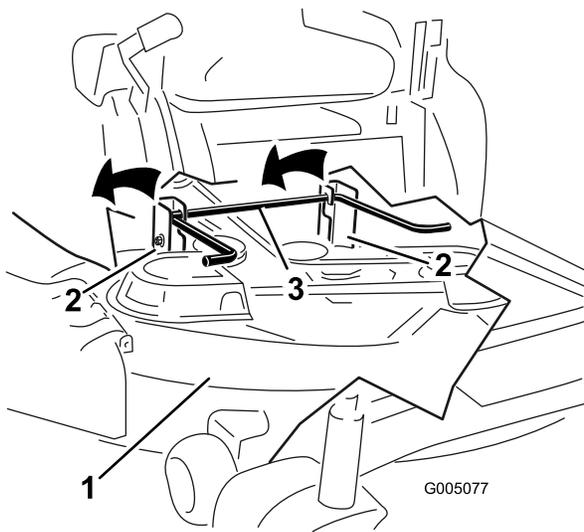

Figura 65
6. Eleve la carcasa de corte y separe ésta y las pletinas de suspensión de la varilla de elevación trasera; luego baje el cortacésped con cuidado al suelo (Figura 65).
- Eleve la parte trasera de la carcasa de corte y coloque los soportes sobre la varilla de elevación trasera (Figura 65).